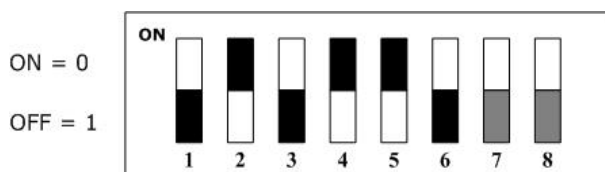

图 1.6 拨码开关设置使模块采用内部存储的波特率和 MAC ID 值
- 波特率开关设定值为 3 且MAC ID 开关设定值不为 63 时, 模块采用存储的波特率以及MAC ID值, 并可通过网络修改波特率以及MAC ID值, 如图 1.6所示。